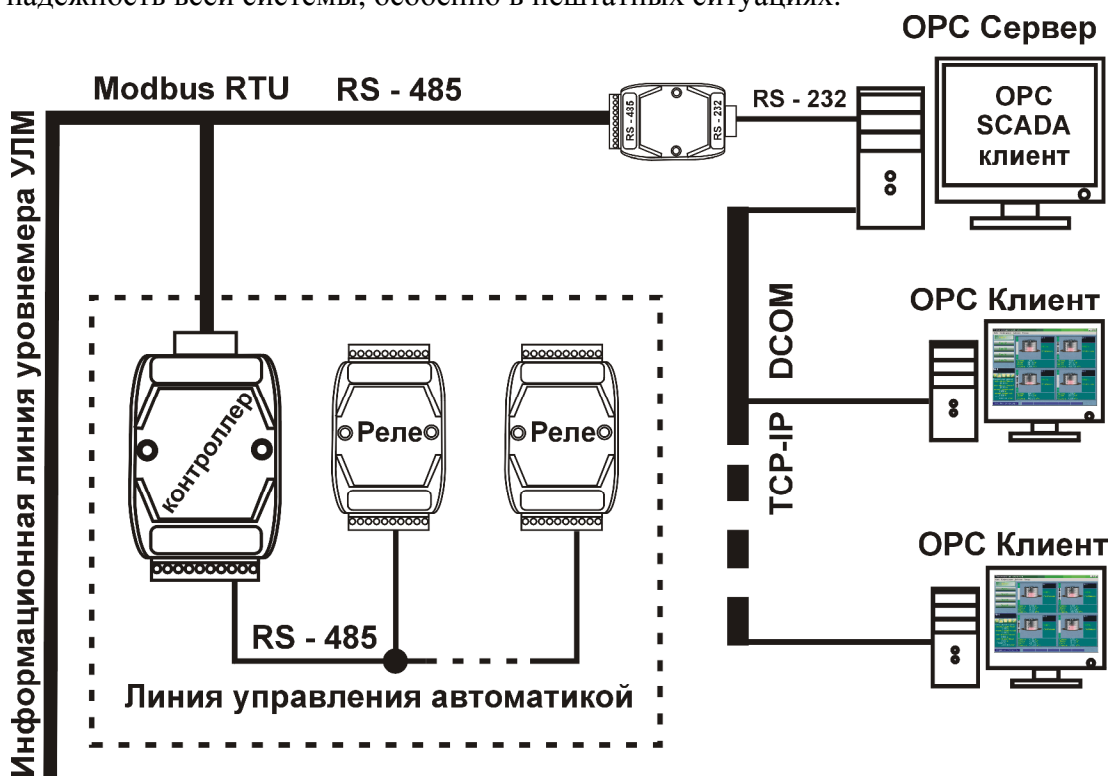

Рис.17.2. Интеграция уровнемера УЛМ в АСУТП с контроллером «Лимако».
17.2. Система на рис.17.2 аналогична описанной выше, но оснащена собственным блоком автоматике под управлением контроллера «Лимако». Программа Limaco OPC Server поддерживает работу с контроллером «Лимако» в такой конфигурации. Каждому резервуару сопоставляется блок реле с четырьмя независимыми группами контактов и соответственно до четырёх значений уровня продукта, при достижении которых будут происходить переключе-